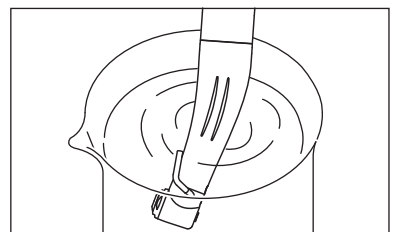

Fig. 6
- 2) Encha um copo até meio com água limpa. Coloque 20mm da cabeça do contra ângulo na água. Depois ligue o contra ângulo durante cerca de 15 segundos. (Fig.6)